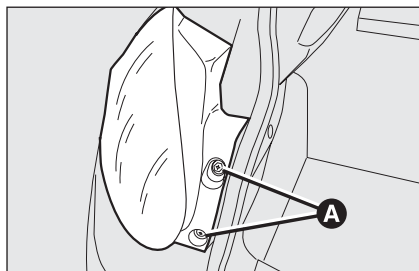

fig. 27
- ☐ aprire il bagagliaio, quindi svitare le due viti **A-fig. 27** di fissaggio del gruppo ottico posteriore;